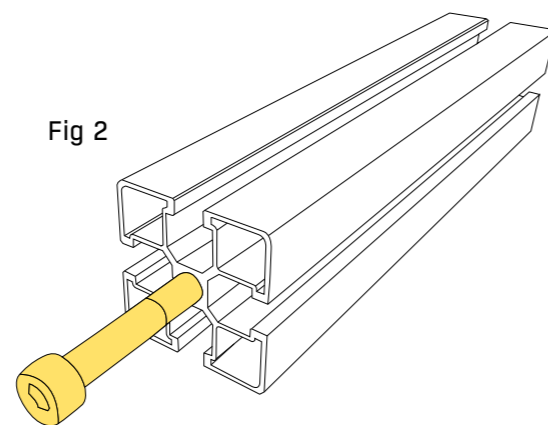

Fig 2
- Perçage et lamage au cœur du profilé (Fig 2).